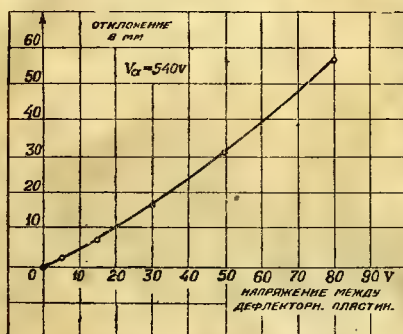

Рис. 3
8. Чувствительность приведена на характеристике рис. 3.